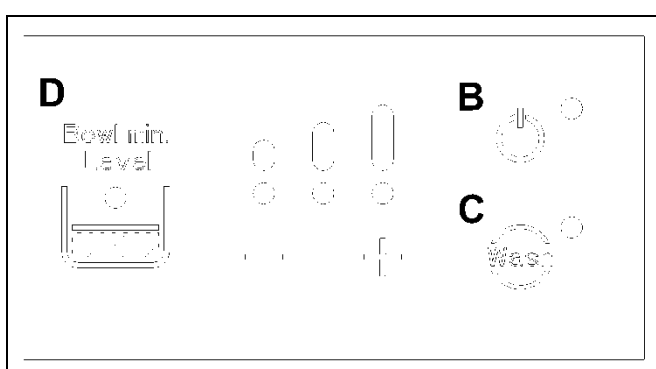

Fig. 38
- Lorsque la LED de niveau produit D ainsi que la LED d'allumage B (fig. 38) sont allumées et qu'une alarme sonore retentit, cela signifie que le niveau de produit dans le bac supérieur est faible et qu'il devra donc être rétabli ; dans ces conditions, la machine est bloquée et seuls fonctionnent le moteur et la pompe en phase de distribution jusqu'au rétablissement du niveau.